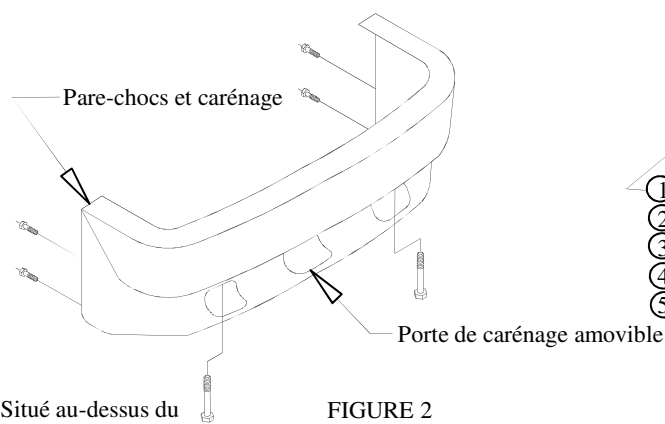
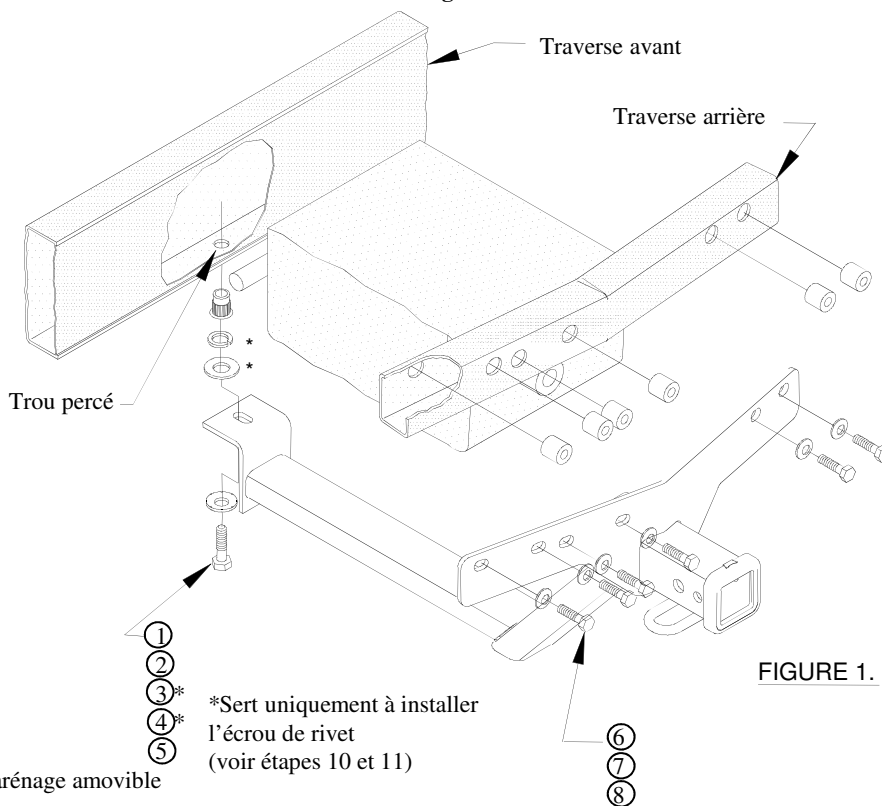
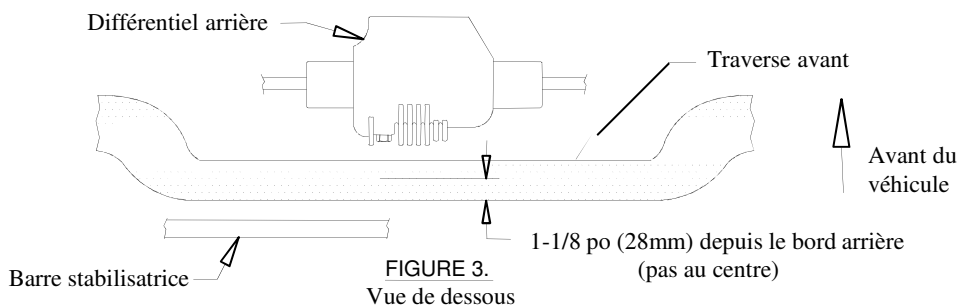

FIGURE 2
FIGURE 1.
FIGURE 3.
①	Qté (1)	Boulon hexagonal 1/2"-13 x 1.75 calibre 5	⑥	Qté (6)	Boulon hexagonal M10x1.50 x 50mm CL8.8
②	Qté (1)	Rondelle conique dentée 1/2 po	⑦	Qté (6)	Rondelle conique dentée 3/8 po
③	Qté (1)	Rondelle plate 1/2 po	⑧	Qté (6)	Espaceur
④	Qté (1)	Rondelle frein 1/2 po	⑨	Qté ()
⑤	Qté (1)	Écrou de rivet 1/2 po	⑩	Qté ()
1. ENLEVER LE PARE-CHOC ET LE CARÉNAGE EN RETIRANT LES SIX (6) ATTACHES, COMME ILLUSTRÉ À LA FIGURE 2.
2. ENLEVER LES SIX (6) ATTACHES M10 EXISTANTES DE LA TRAVERSE ARRIÈRE ET LES REMETTRE AU PROPRIÉTAIRE.
3. MESURER 1-1/8 PO VERS L'AVANT DEPUIS LE BORD ARRIÈRE DE LA TRAVERSE AVANT, PUIS TRACER UNE LIGNE PRÈS DU CENTRE, COMME ILLUSTRÉ À LA FIGURE 3. (LA LIGNE N'EST PAS CENTRÉE SUR LA TRAVERSE)
4. SOULEVER L'ATTELAGE EN POSITION ET INSTALLER LES DEUX (2) ATTACHES M10 EXTÉRIEURES EN SERRANT À LA MAIN. LE SERRAGE FINAL S'EFFECTUERA PLUS TARD.
6. ENLEVER LES DEUX (2) BOULONS M10 ET ABAISSER **TEMPORAIREMENT** POUR LE PASSAGE DE LA PERCEUSE.
8. REMETTRE L'ATTELAGE EN POSITION ET INSTALLER **SANS SERRER** LES SIX (6) ATTACHES M10, COMME ILLUSTRÉ À LA FIGURE 1.
9. INSTALLER SANS SERRER LES ATTACHES QUI VONT À L'AVANT, COMME ILLUSTRÉ AUX FIGURES 1 ET 4.